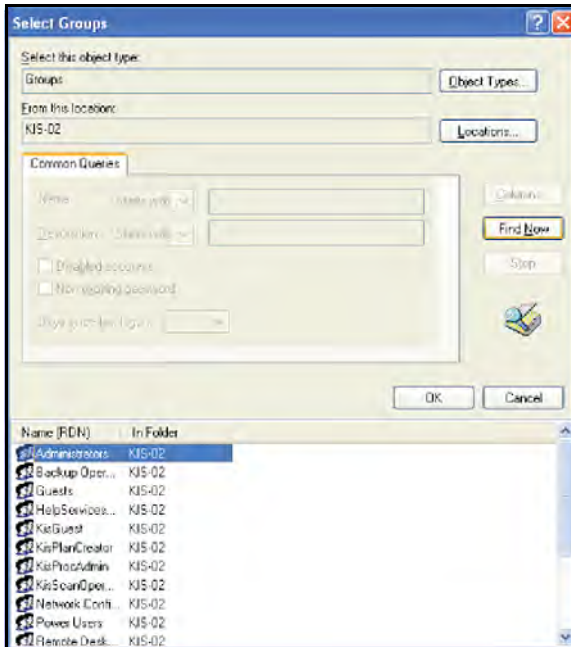

Figura 121: Seleccionar grupos con Lista de grupos
10. Haga clic en **Buscar ahora** y se abre la ventana *Seleccionar grupos* (véase *Figura 121* a continuación). Después, seleccione el grupo correcto del usuario y haga clic en **OK**.